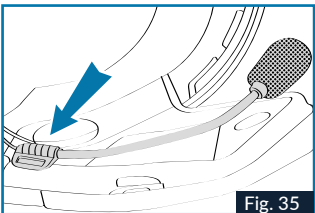

Fig. 35
7. Placer le microphone et fixez le à l'aide de la pièce velcro fournie, sur le polystyrène de la joue gauche comme indiqué sur la Fig.35